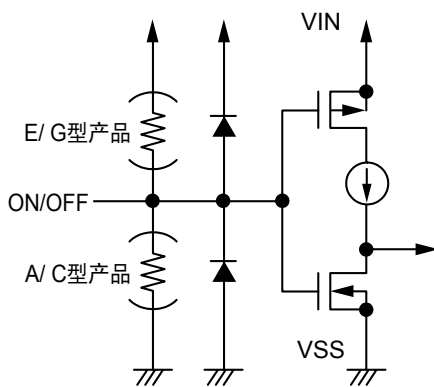

图24
ON/OFF端子如图24、25所示的构造。S-1711系列A/ C/ E/ G型产品的ON/OFF端子处于浮动状态时, 在内部被上拉至VIN, 或者下拉至VSS, 因此VOUT端子变为VSS电位。另外, S-1711系列B/ D/ F/ H型产品的ON/OFF端子, 在内部即不被上拉也不被下拉, 因此请不要在浮动状态下使用。在不使用S-1711系列B/ D/ F/ H型产品的ON/OFF端子的情况下, B/ D型产品请与VIN端子相连接, F/ H型产品请与VSS端子相连接。
*1. 在S-1711系列A/ C型产品的ON/OFF端子连接到VIN的状态下, 或在S-1711系列E/ G型产品的ON/OFF端子连接到VSS的状态下, 使IC工作时, IC会多流入上拉或下拉电阻的输入电流份额的消耗电流, 请注意(请参照图24)。